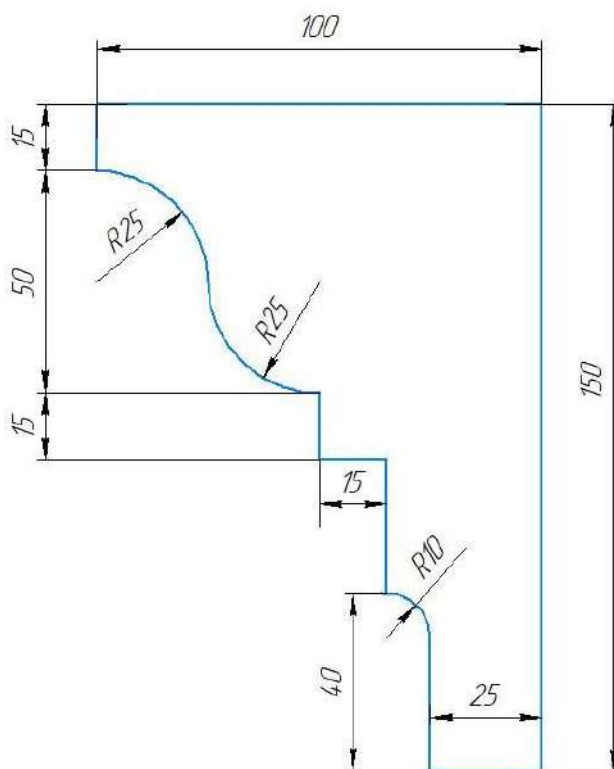

Рис. 1. Чертеж торцевой детали фронтона карниза
1. По указанным данным изготовьте торцевую деталь фронтона карниза (см. рис.1).